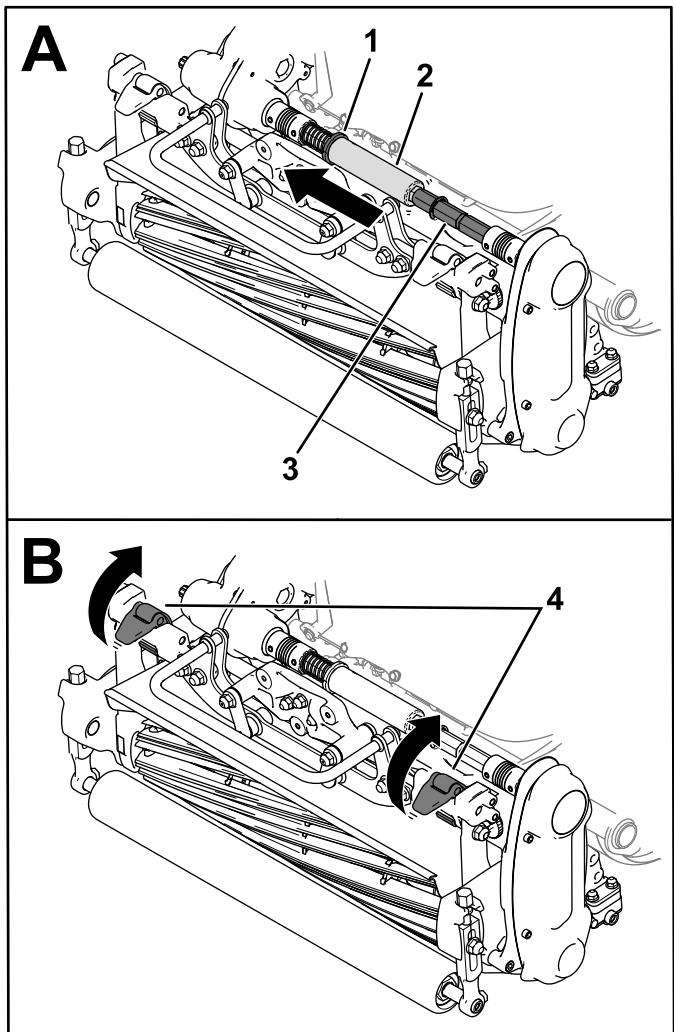

图 42
3. 将环圈图 42 移动到变速箱轴槽中。
4. 将六角管道从滚刀组联轴器轴上滑下图 42。
5. 向上移动悬挂闩锁以从机器上松开滚刀组图 42。